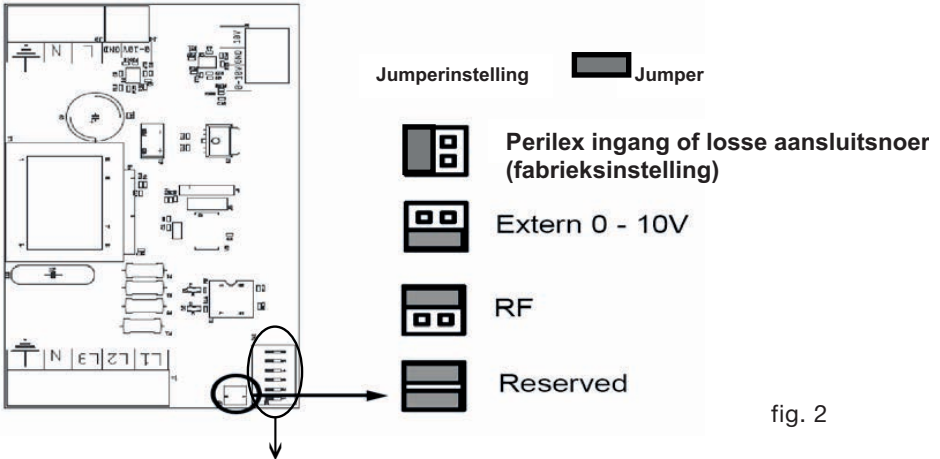

fig. 2
Jumperinstelling (zie fig. 2)
Perilex jumperstand (zie fig. 2)
Plaats de jumper in de volgende stand (zie fig. 2):
- Zet de jumper in de stand aangegeven in fig. 2.